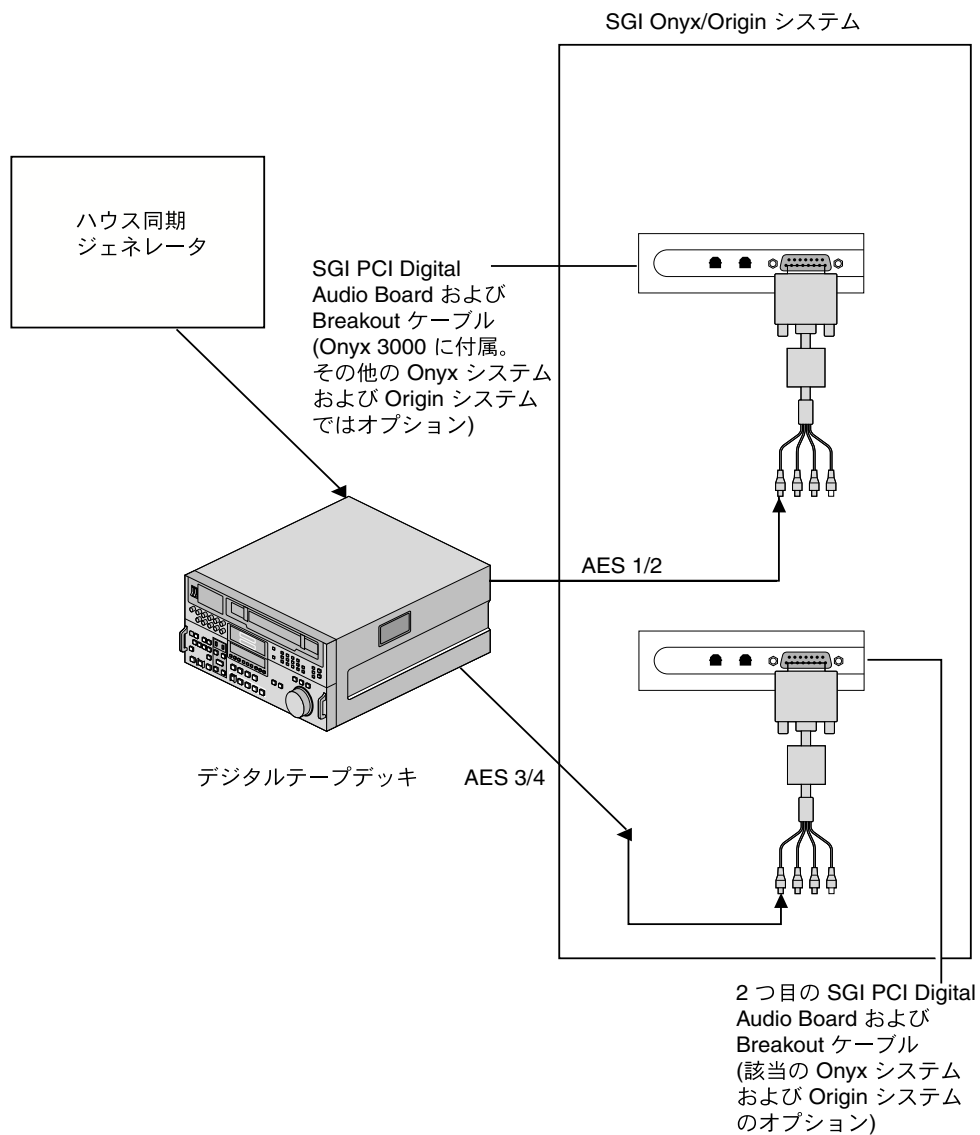

図4-2 Onyx システムおよび Origin システムでのオーディオの同期
1. 図4-2 に示すように、ハウス同期ジェネレータをデジタルテープデッキに接続します。
- デジタルテープデッキの AES 3/4 出力を 2 つ目のボードの Breakout ケーブルの AES 入力コネクタ (赤の線) に接続します (図4-2 を参照)。